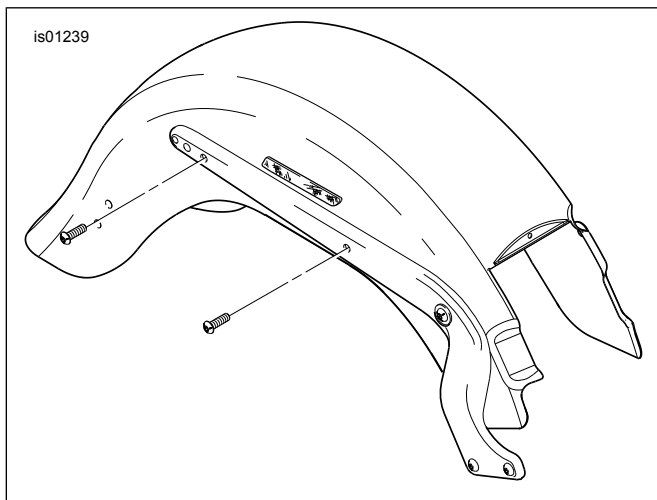
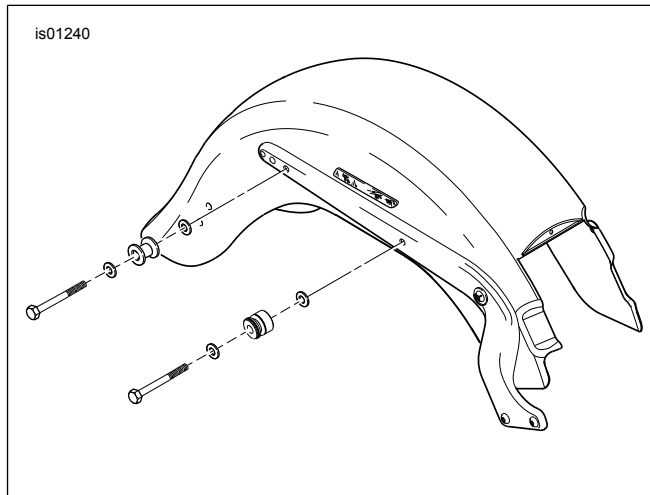

Figura 4. Remova e descarte os parafusos originais
Figura 5. Remova e guarde as ferragens do ponto de suporte
1. Veja a Figura 4. Remova e descarte os dois parafusos que fixam o pára-lama original como mostrado, em um lado do pára-lama.
1. **Se as ferragens do ponto de suporte NÃO foram instaladas anteriormente:** Veja a Figura 4. Remova e descarte os dois parafusos que fixam o pára-lama original como mostrado, em um lado do pára-lama. **Se as ferragens do ponto de suporte FORAM instaladas anteriormente:** Veja a Figura 5. Remova e guarde os parafusos de fixação do pára-lama e as ferragens do ponto de suporte como mostrado, em um lado do pára-lama. Observe a posição (dianteira ou traseira), a orientação e a seqüência das ferragens do ponto de suporte.